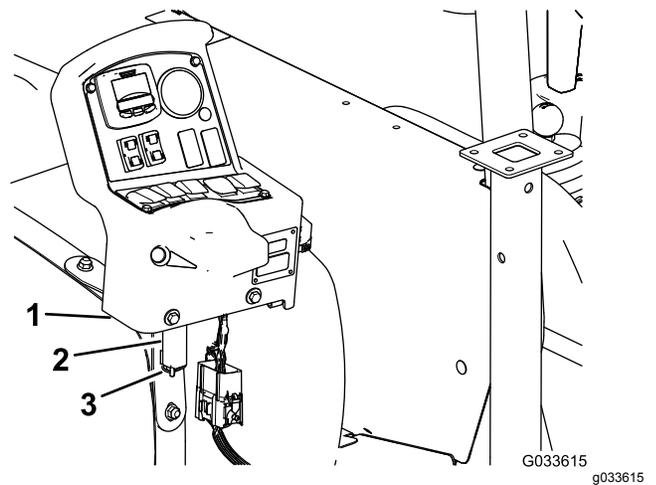

Bild 132
7. Entfernen Sie die Konsole von den Befestigungshalterung der Konsole und fluchten Sie den Lagerbolzen an der Steuerkonsole mit der Lagerhalterung am vorderen Behälterriemen (Bild 132) aus, siehe Befestigen der Steuerkonsole an der Maschine \(Seite 21\).
8. Befestigen Sie die Konsole an der Halterung und befestigen den Lagerbolzen mit dem Lastösenbolzen an der Halterung (Bild 132).